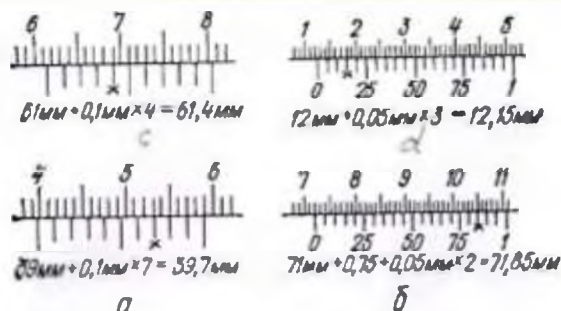

Рис. 1. Примеры отсчета показаний по нониусам штангенинструментов
15. Прочитать показания штангенциркуля (рис. 1).